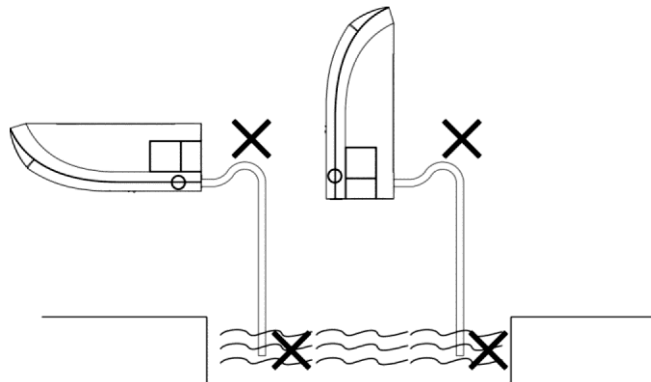

Fig. 20
4. Collegare tubo di scarico (fig. 20).